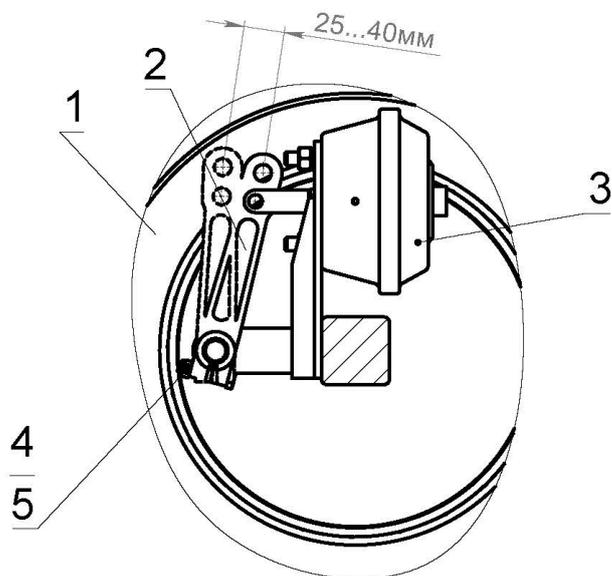

Рисунок 9.1 – Схема регулировки тормозов
1.) С рычагом развода тормозных колодок не регулируемым на шлицах (рисунок 9.1);
- расстопорить ось со шлицами 5 (рисунок 9.1) рычага регулировочного 2, отвернув винт стопорный 4;